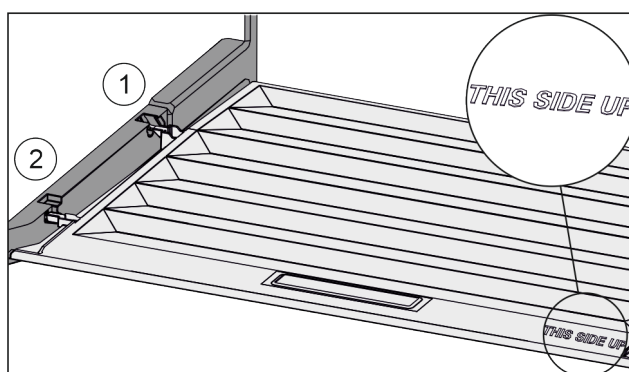

Fig. 42
- ▶ Вставить поперечные ребра крышки через отверстие заднего держателя Fig. 42 (1) и защелкнуть спереди в держателе Fig. 42 (2).